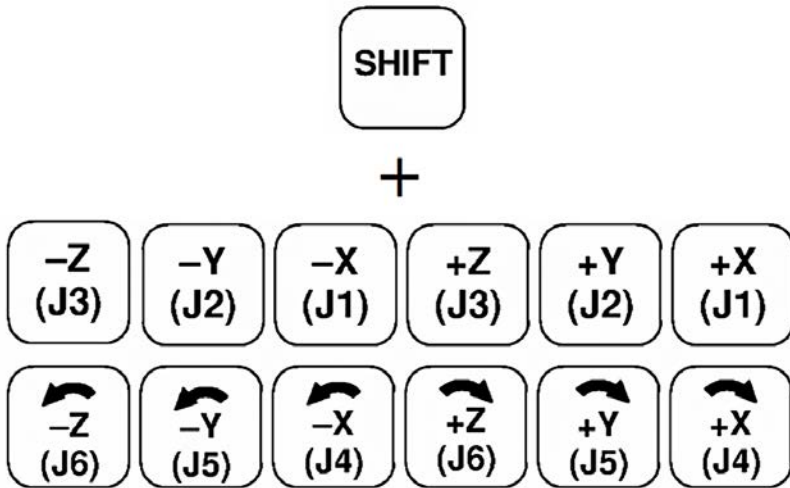

Рис. 12: Клавиши перемещения при ручном управлении
- нажать клавишу перемещения (рисунок 12).